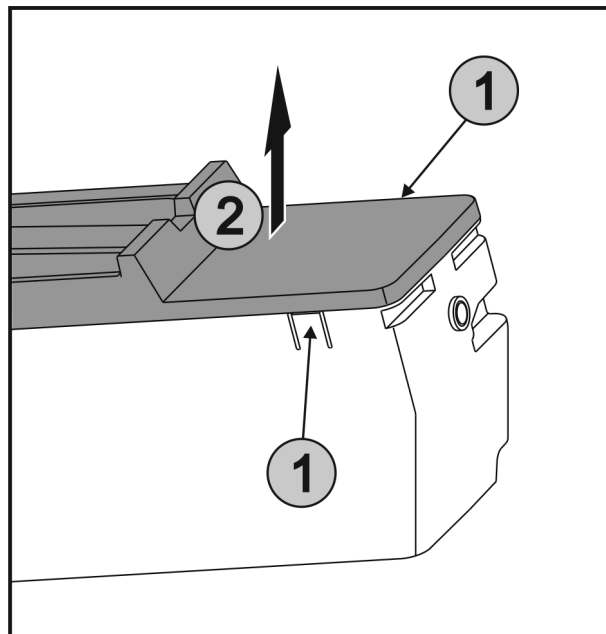

Fig. 81
- ▶ Одновременно нажать на наклейки Fig. 81 (1) на обеих сторонах EasyTwist-Ice и снять крышку Fig. 81 (2) движением вверх.